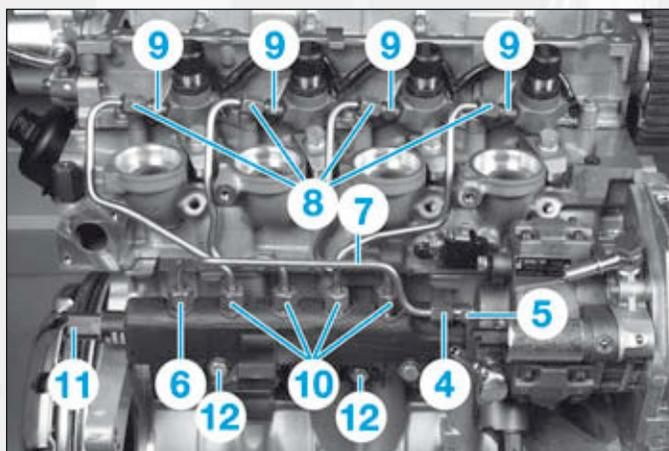

FIG.34
- le raccord (4) tout en maintenant l'embout (5) (Fig.34),
- le raccord (6) d'entrée de rampe.
- Déposer le tuyau (7).
- les raccords (8) tout en maintenant les embouts (9),
- les raccords (10).